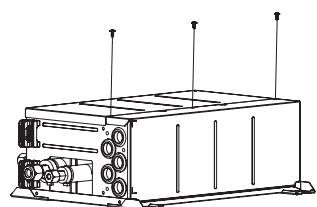

Fig. 4-5
4.1. Il est possible de modifier la direction des tuyaux. (Fig. 4-4). [Procédures de travail] (Fig. 4-5)
- ① Retirer les vis de chaque pièce.